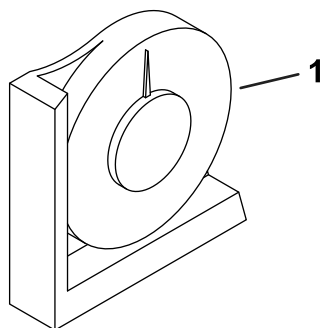

Figura 3
2. Verifique o nivelamento da máquina colocando o inclinômetro (fornecido com a máquina) na calha do chasis próximo do depósito de combustível (Figura 3).